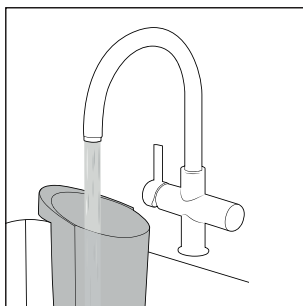

Fig. 23
- ◆ Rincez le réservoir d'eau sale ❷ à l'eau courante chaude (voir fig. 23).